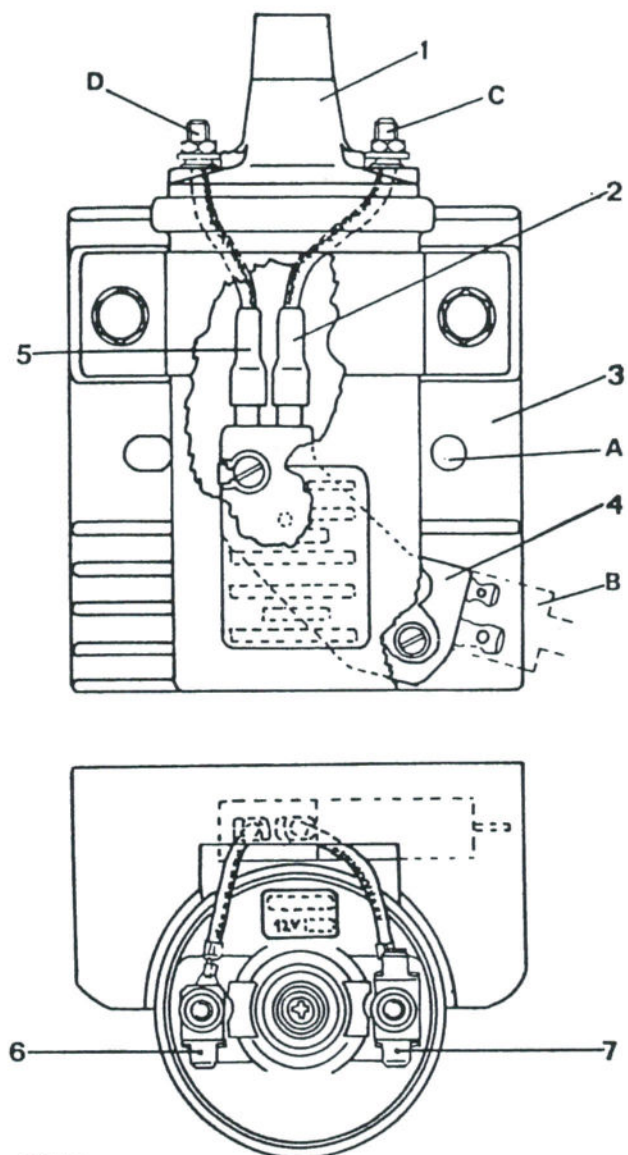

Bild 101
- Eingangsspannung der Zündanlage kontrollieren. Dazu den Zündschlüssel auf Stellung «MAR» schalten und mit dem Voltmeter kontrollieren, dass die Spannung an der Klemme «C» in Bild 101 (Klemme «+B») 12 Volt beträgt. Danach den Voltmeter an Klemme «D» im Bild anlegen und überprüfen, dass diese Spannung nicht mehr als 0,3 Volt grösser als die Spannung an Klemme «C» ist. Falls diese Anzeigen nicht erhalten werden, ist die Primärwicklung der Zündspule auf unterbrochene Stromkreise zu kontrollieren. Der Widerstand zwischen den beiden kleinen Klemmen der Zündspule sollte 0,8 Ohm betragen.